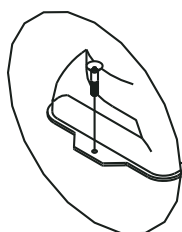
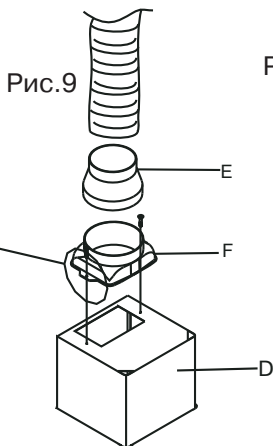

Рис.9.1
Рис.9
2. Если вытяжка будет работать в режиме отвода воздуха в вентиляционную шахту, то установите и закрепите 2-мя саморезами в верхней части моторного блока вытяжки **D** (см. рис. 9, рис. 9.1) выходной фланец **F** диаметром 150мм (если он не был установлен при производстве вытяжки). Далее необходимо определить с диаметром гибкого воздуховода (в комплект вытяжки не входит), с помощью которого испарения и запахи с Вашей кухни будут отводиться в вентиляционную шахту.